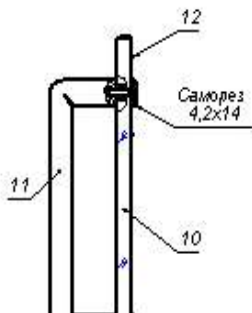

Рис.2
4.5. Установить на стеклянную дверь 10 ручку 11 и накладку магнитной защелки 12 (см. рис.2).